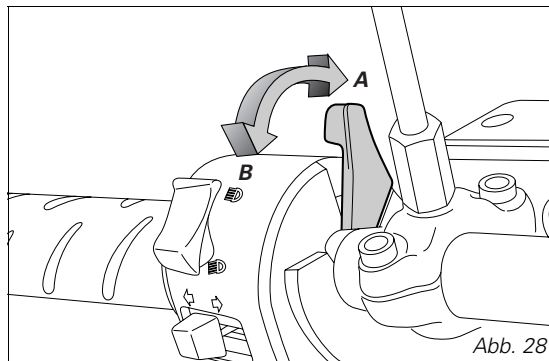

Abb. 28
2) Den Starterhebel in die Position (B, Abb. 28) bringen.
5) Während sich der Motor langsam erwärmt, den Starterhebel schrittweise auf die senkrechte Position (A, Abb. 28) bringen. Ein warmgelaufener Motor muss das Standgas bei vollkommen ausgeschlossener Starter halten können.